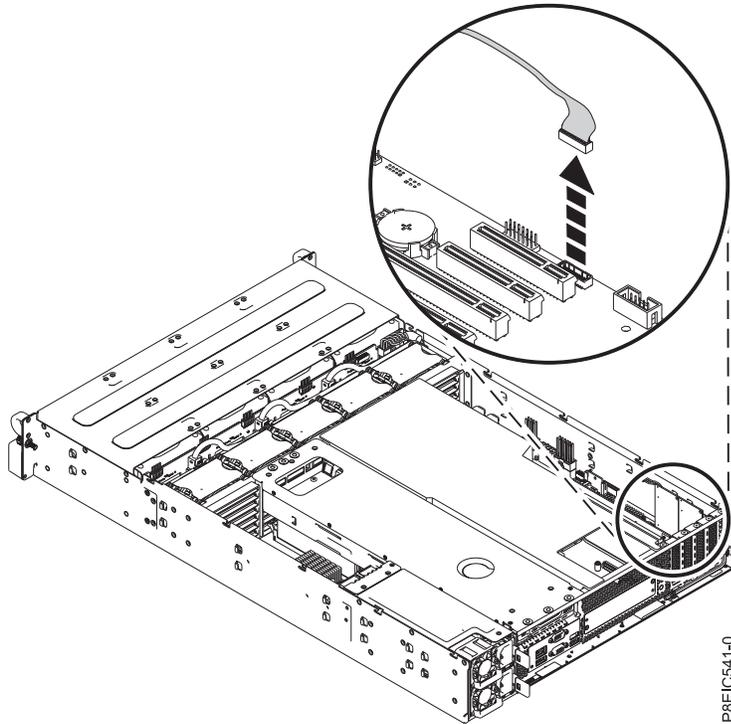

Abbildung 69. USB-Kabel an der Vorderseite abziehen
8. Entfernen Sie das Signalkabel am USB-Anschluss an der Vorderseite von der Systemrückwandplatine (siehe Abb. 69 auf Seite 63).